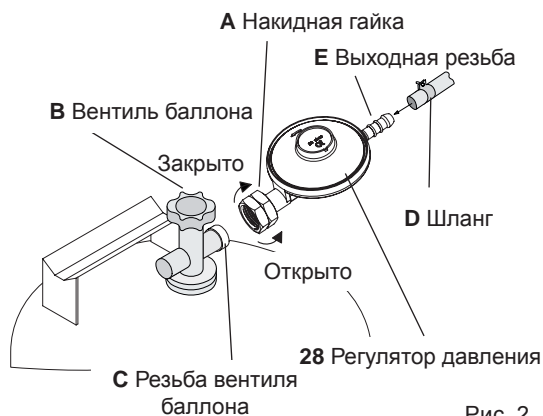

Рис. 2
- В случае неисправности следует немедленно закрыть вентиль (B) газового баллона (см. рис. 2, стр. 6).
### **III. Подсоединение устройства к газовому баллону (рис. 2)**
Выключите террасный обогреватель (см. пункт V, стр. 7) и дайте ему остыть. Закройте вентиль газового баллона. Снимите регулятор давления с газовым шлангом с газового баллона, для этого открутите накидную гайку A (см. рис. 2, стр. 6) по часовой стрелке. Всегда проверяйте уплотнение на наличие повреждений.